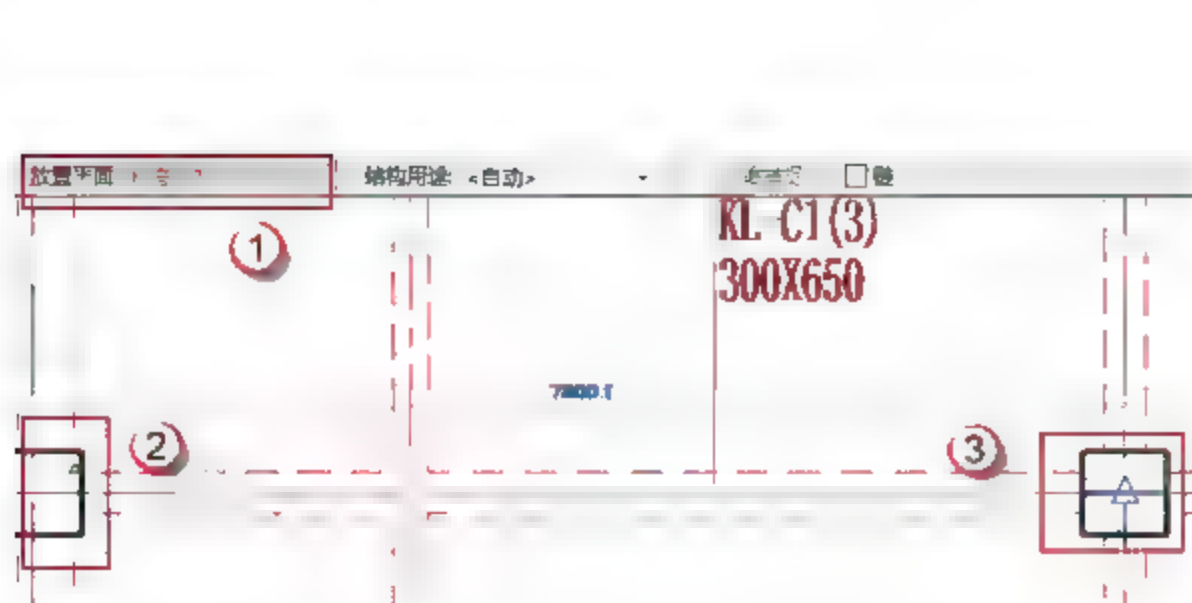

图 4.2.6 绘制 KL-C1
(6) 绘制矩形框架梁 KL-C1，按快捷键 B+M，放置平面为“标高 2”平面视图，先单击起始柱的中心为起点，后单击终止柱的中心为终点，如图4.2.6所示。